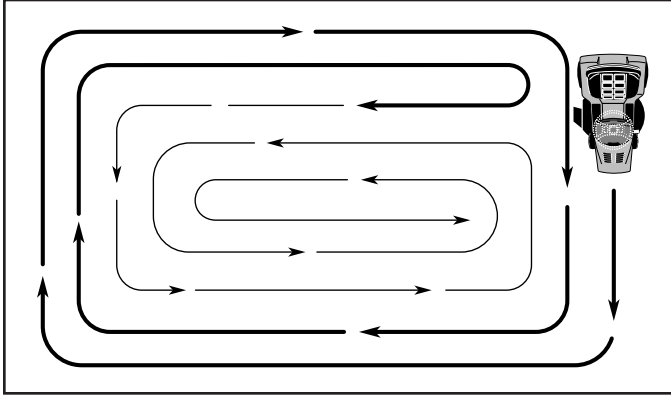

Fig. 13
- Al segar las áreas grandes, empiece girando a la derecha de modo que los recortes se descarguen, alejándose de los arbustos, cercos, entradas de automóviles, etc. Después de una o dos vueltas, siga en la dirección opuesta, haciendo viajes a la izquierda, hasta que termine (Vea Fig. 13)